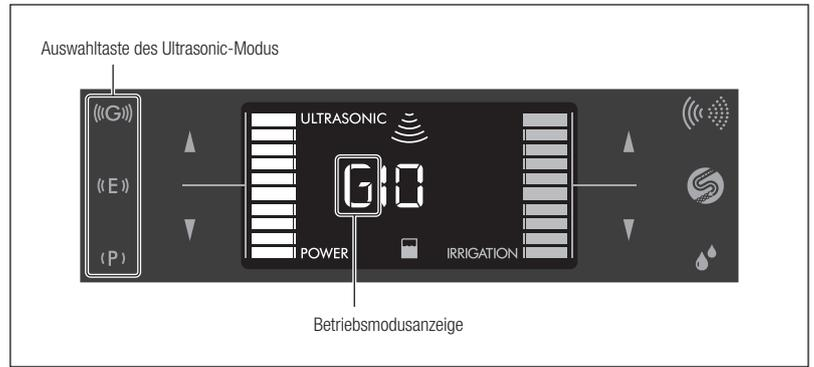

Abb. 20
- 1) Wählen Sie über die Auswahltaste des Ultrasonic-Modus den Modus aus. Der ausgewählte Modus wird auf dem LCD-Display als P/E/G angezeigt (Abb. 20).